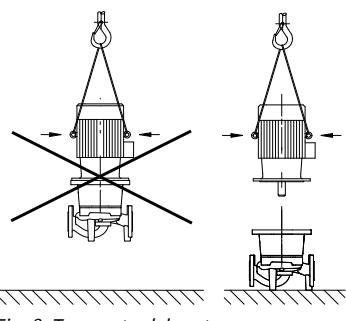

Fig. 8: Trasporto del motore
- Gli occhioni sul motore sono omologati solo per il trasporto del motore, non per quello dell'intera pompa (fig. 8).